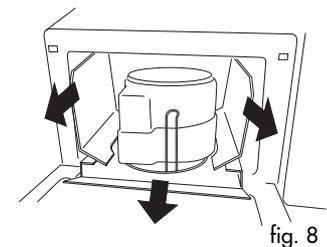

fig. 8
- Extraerlo todo tirando del embalaje y controlando que las paredes verticales salgan correctamente (fig. 8).
- Extraer también el plato giratorio (H) y sus protecciones. Comprobar que el perno del plato giratorio (D) esté colocado correctamente en la sede específica del centro del plato giratorio.